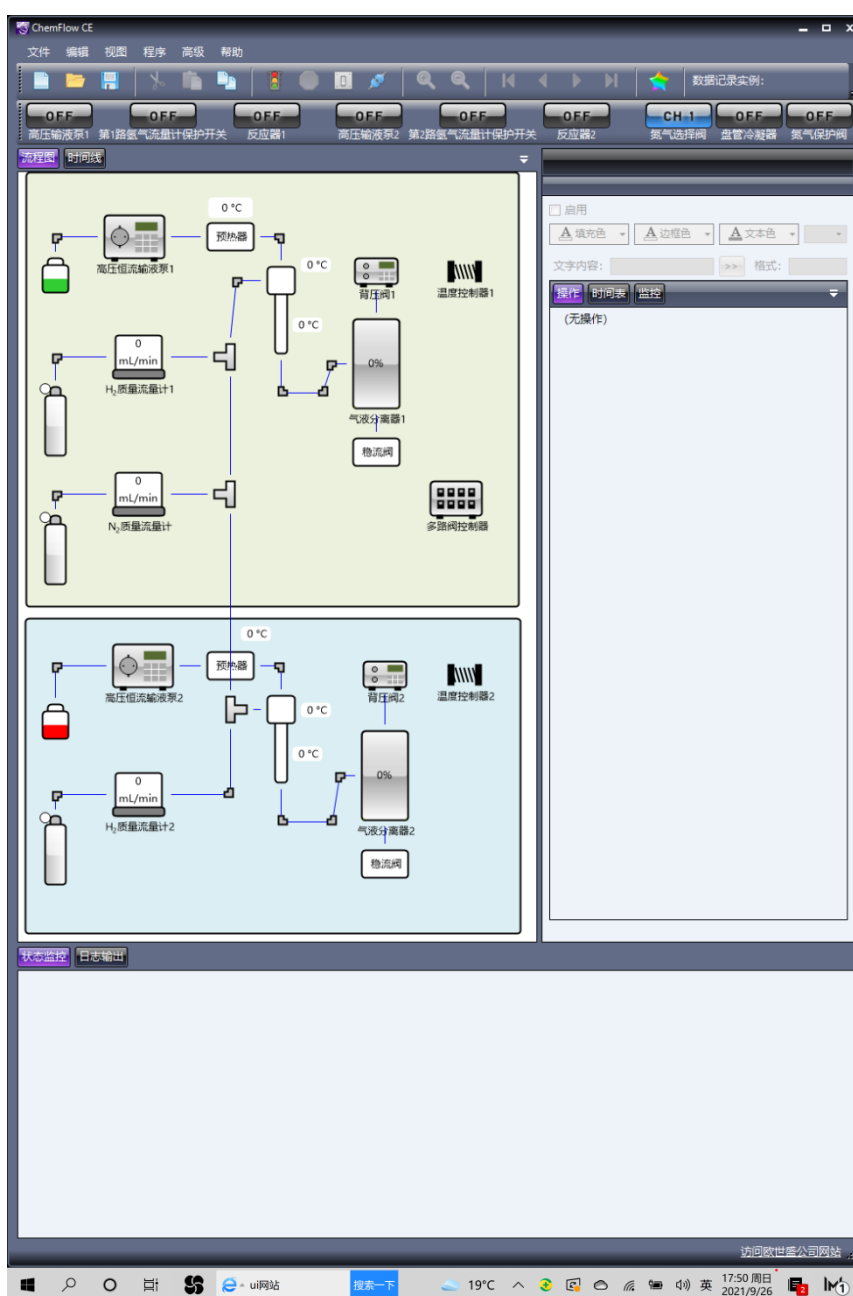
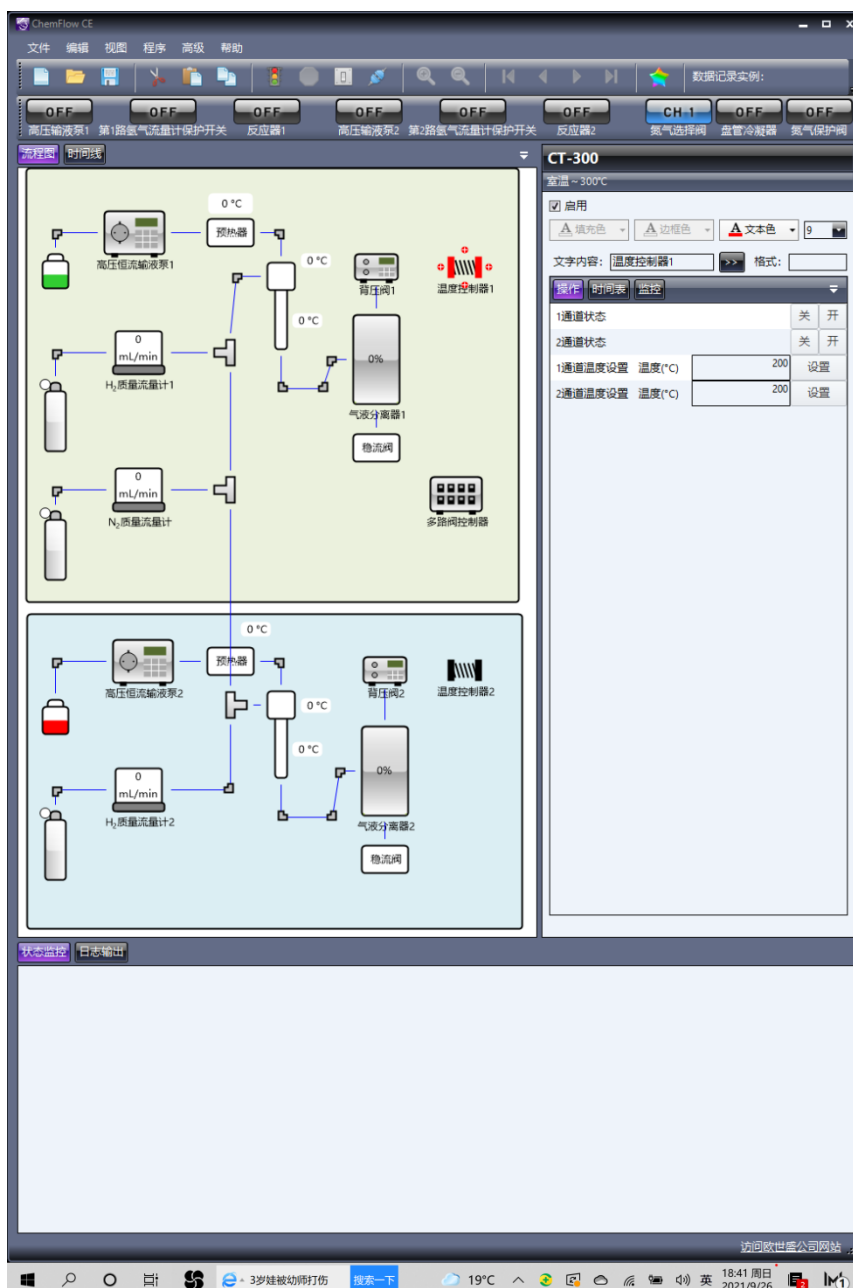
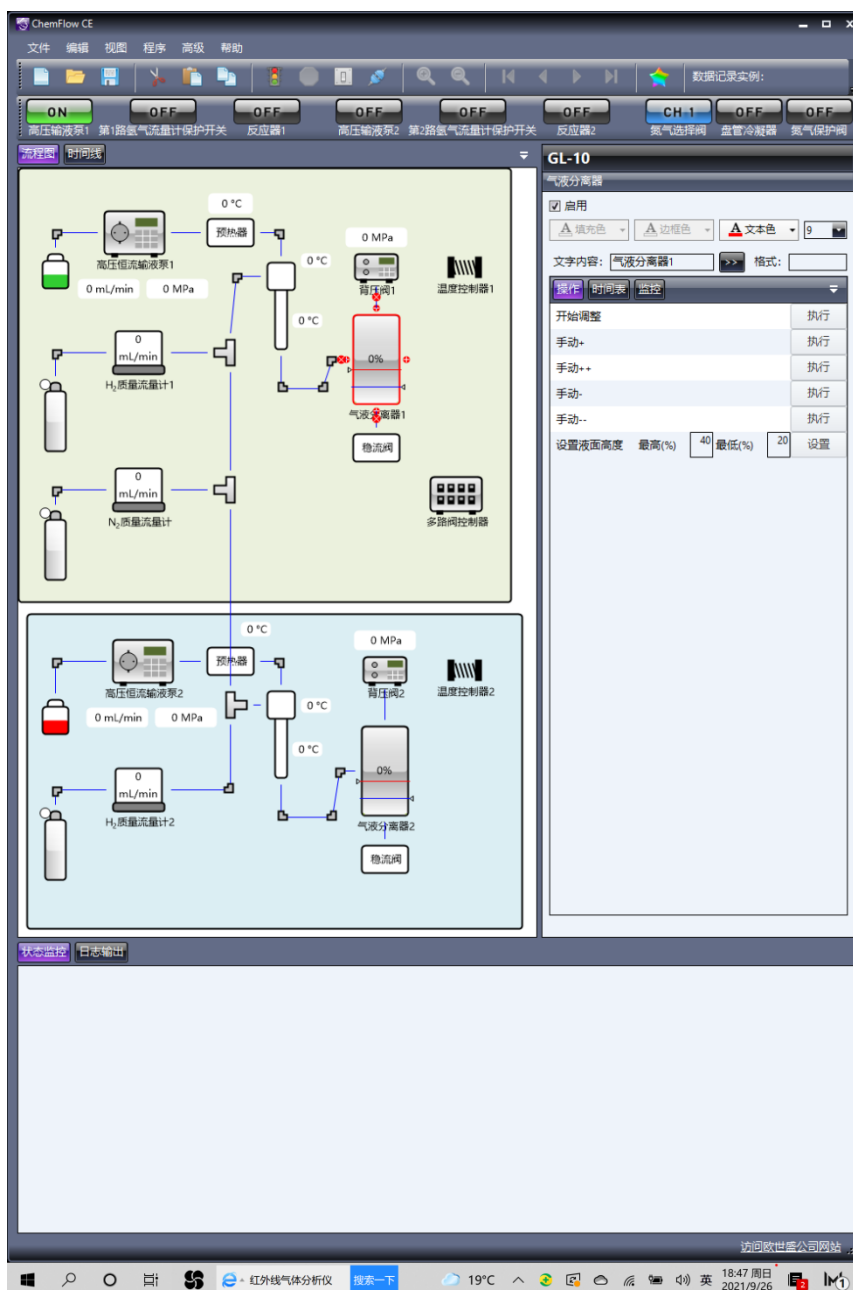
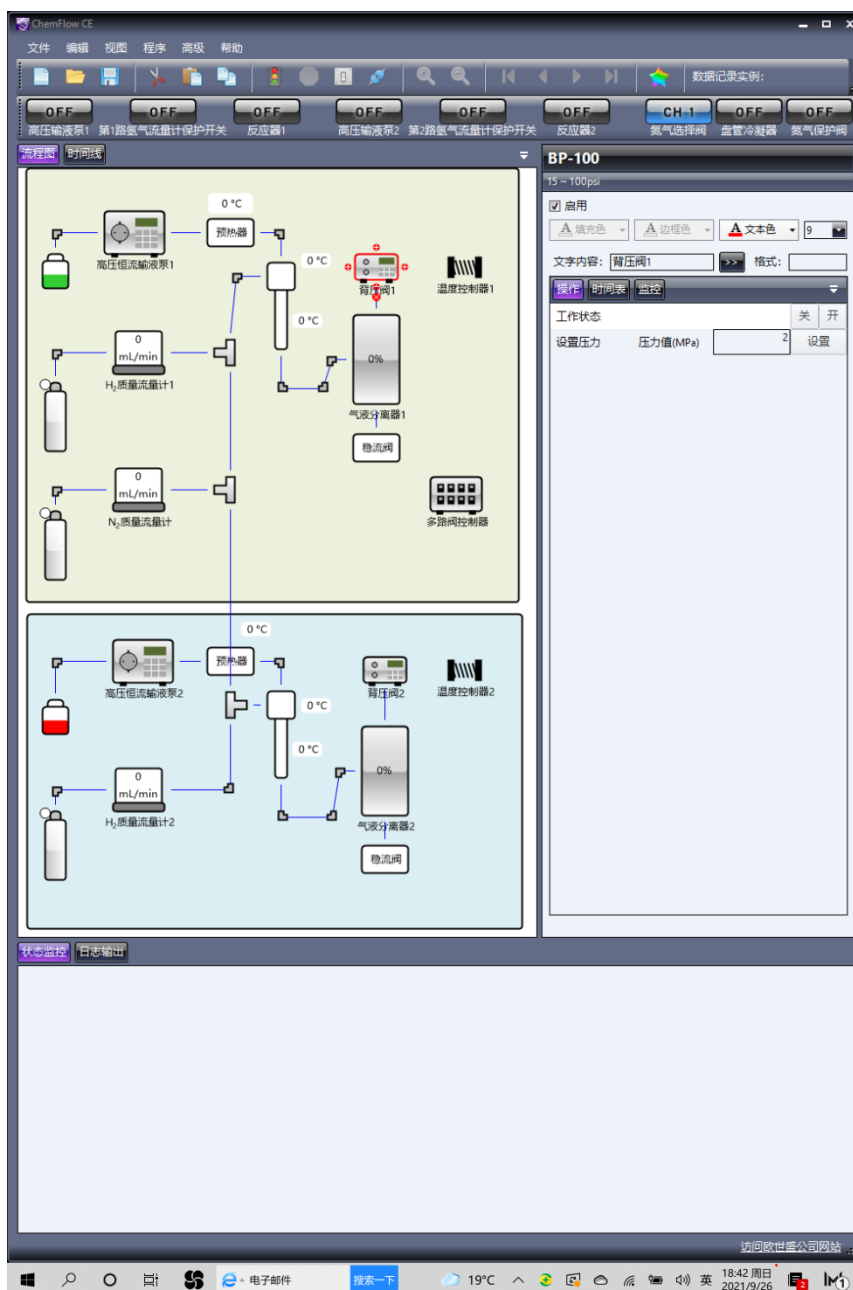

图5-1 软件操作界面
图5-6 温度控制器参数设置界面
图5-7 气液分离器参数设置界面
图5-8 背压阀参数设置界面
1. 开机，进入windows界面后，双击  图标，进入催化剂评价装置操作主界面，如图5-1所示，进入软件操作主界面。
- 在图5-1界面下，选择高压恒流输液泵，在参数设置区，显示高压恒流输液泵参数，包括设置流量、设置压力上限值，开泵/停泵。
- 在图5-1界面下，选择H2质量流量计1，在参数设置区，可以设置质量流量计流速值。如图5-3所示。
- 在图5-1界面下，选择N2质量流量计，在参数设置区，可以设置氮气质量流量计流速值。如5-4所示。
- 在图5-1界面下，选择多路阀控制器，在参数设置区，设置多路阀控制器参数，包括第1
- 在图5-1界面下，选择温度控制器1，在参数设置区，可设置不同通道的温度值及启动不同控温通道的开关，如图5-6所示。
- 在图5-1界面下，选择气液分离器，在参数设置区，可设置气液分离器的上下限高度，如图5-7所示。设置完成气液分离器上下限高度后，按【开始调整】键，则气液分离器开始进入自动调整状态。厂家建议液位高度上限40%，下限20%为宜。
8. 在图5-1界面下，选择背压阀，在参数设置区，可设置背压调节器的压力，如图5-8所示。